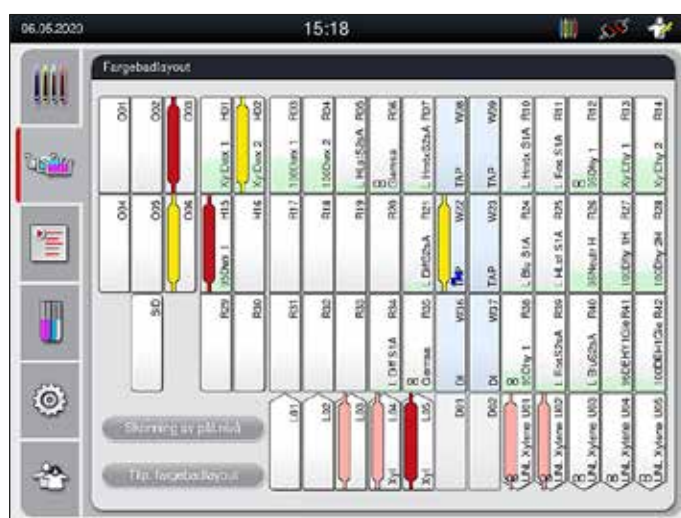

Fig. 85
8. Håndtaksfargen som registreres, vises i fargebadlayouten ved den aktuelle stasjonen sammen med forkortelsen for det tilordnede programmet (→ "Fig. 85").
- Fargebadlayout med stasjonsdetaljer (→ "Fig. 85").
- I prosessstatusvisningen er tilgjengelighet og det valgte antallet ulike utmatingsstasjoner ikke synlig for brukeren. Det anbefales å bruke menyen Fargebadlayout for prosessovervåking (→ "Fig. 85") når du bruker ulike reagenser i utmatingsstasjonene slik at du kan reagere i tide når utmatingskapasiteten er nådd.